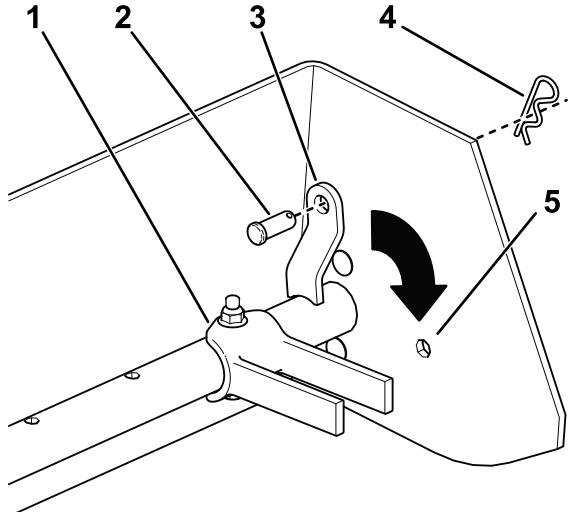

Figura 5
- Para nivelar, gire el escarificador a la posición superior y sujeté cada extremo con un pasador y una chaveta (Figura 5).
- Para escarificar, gire el escarificador a la posición inferior y sujeté cada extremo con un pasador y una chaveta (Figura 5).